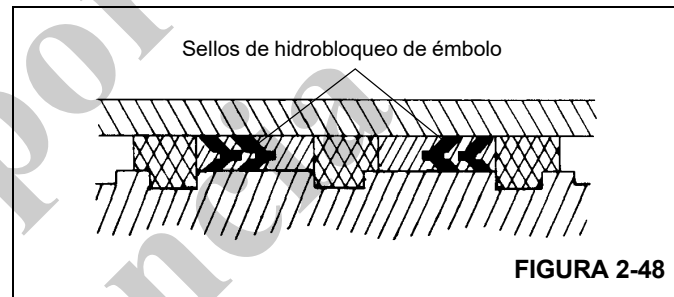

FIGURA 2-48
19. Instale los sellos de hidrobloqueo en el émbolo. Consulte la Figura 2-48 para la orientación correcta de los sellos.